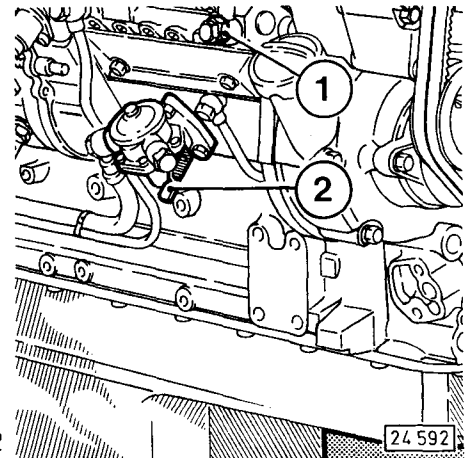

Fig. 12
- Überströmventil 1 (Fig. 12) am unteren (größeren) Sechskant 2–3 Gänge lösen.